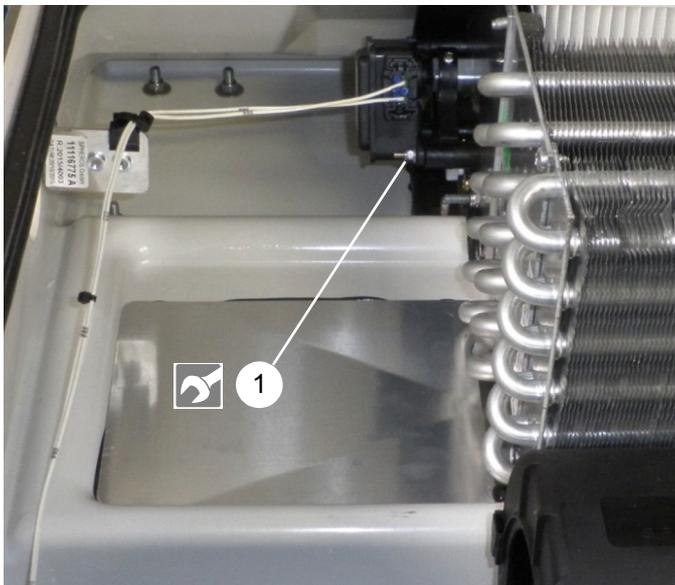

Abb. 906
- 3 Muttern, welche den Klappenmotor befestigen, entfernen und Klappenmotor herausnehmen (1, Abb. 906).
- Motor in Einbaulage bringen und mit 3 Muttern (1, Abb. 906) befestigen.